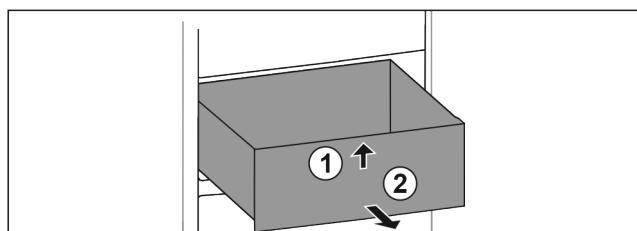

Fig. 61
► Nadzvedněte zásuvku vpředu. Fig. 61 (1)
► Vyjměte zásuvku dopředu. Fig. 61 (2)